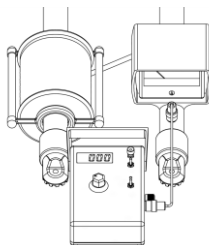

Figura 8 - Ligação para aferição galvanômetro
- Conecte o instrumento aferidor ao conector bipolar do Fase Tester usando o cabo bipolar (ver figura 8);